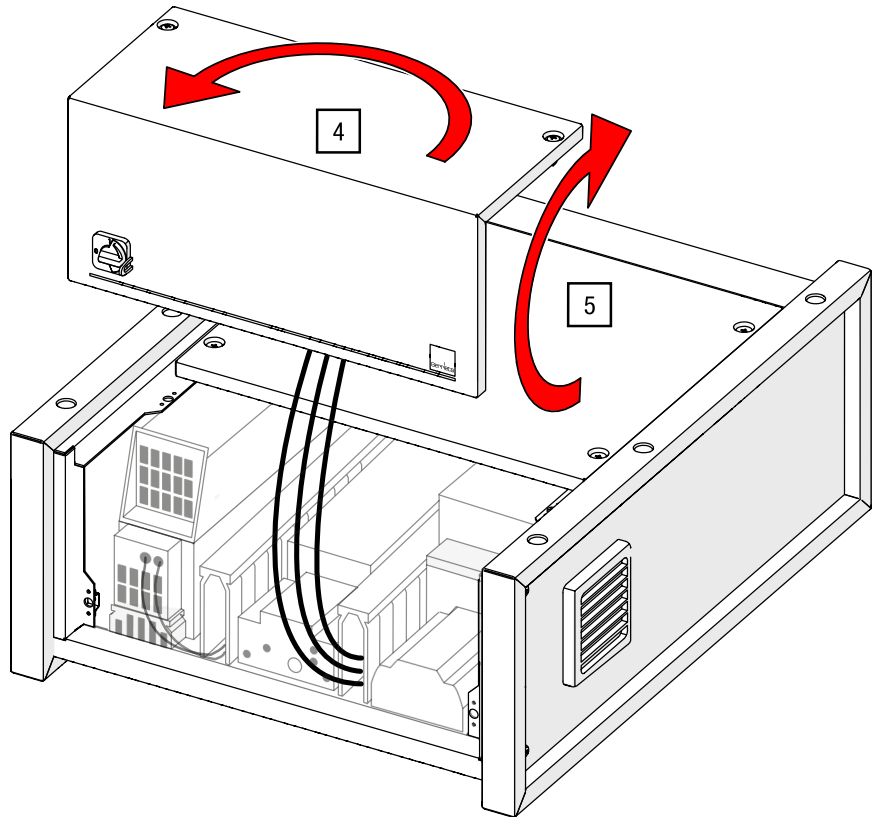
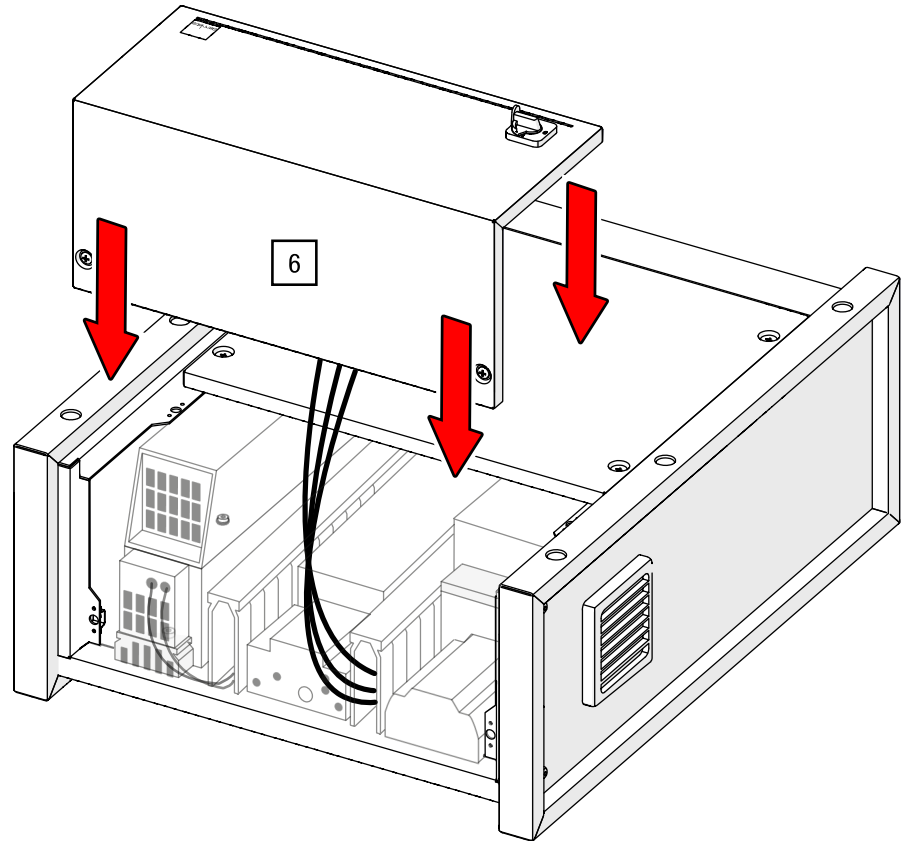

Abb. 90: Gelöstes Steuerungsterminal drehen (Steuerungsmodell kann abweichen)
Abb. 91: Terminal einsetzen (Steuerungsmodell kann abweichen)
Gelöstes Bedienfeld positionieren 4. u. 5. Drehen Sie das Bedienfeld um 180° und kippen Sie es anschließend um 90°, sodass es der Orientierung aus Abb. 91 entspricht (siehe Abb. 90).
6. Setzen Sie das Bedienfeld wieder auf das Steuerungsgehäuse (siehe Abb. 91).